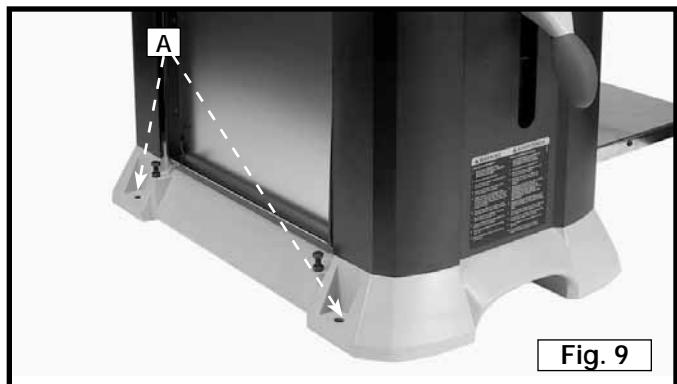

Fig. 9
ATTENTION : Durant le fonctionnement, si la raboteuse a tendance à basculer, à glisser ou à se déplacer sur la face d'appui, la fixer à celle-ci Quatre orifices (deux des quatre orifices se trouvent à la (A) fig. 9), sont percés à cet effet.
Si vous fixez la raboteuse à un des socles d'accessoires (modèles 50-326 ou 50-322), aligner les quatre orifices pratiqués à la base de la machine, deux des quatre orifices (A) sont illustrés à la fig. 9, les quatre orifices se trouvent dans la partie supérieure du socle. Insérer les boulons de carrosserie à tête-embase dans les orifices pratiqués dans la raboteuse et son socle. Enfiler l'écrou à embase sur le boulon de carrosserie à tête-embase. Bien serrer.